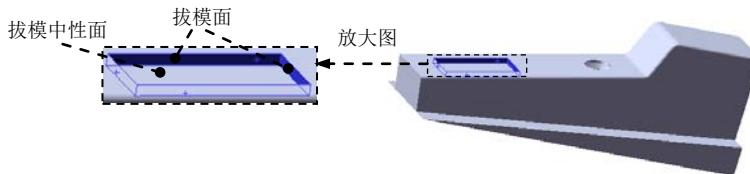

图 16.5.15 拔模参考面
(2) 定义拔模中性面。在**中性面(N)**区域的中选取图 16.5.15 所示的表面作为拔模中性面。
(3) 定义拔模面。在**拔模面(F)**区域的中选取图 16.5.15 所示的表面作为拔模面（由于尺寸太小，具体选取请参照随书光盘）。